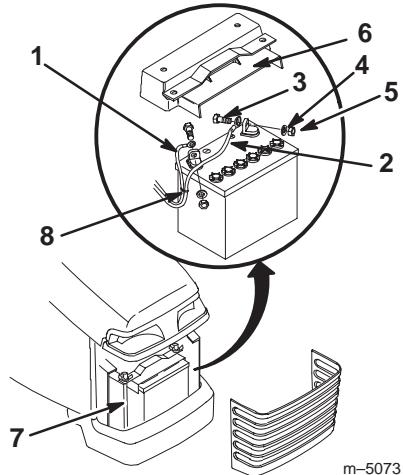

Figure 59
- Déposez le cache de la batterie (Fig. 59).
- Débranchez le câble négatif (noir) de mise à la masse de la borne de la batterie (Fig. 59).
- Débranchez le câble positif (rouge) de la borne de la batterie (Fig. 59).
1. Placez la batterie sur le châssis (Fig. 59).
2. Connectez le câble positif (rouge) à la borne positive (+) de la batterie à l'aide du boulon, de la rondelle et du contre-écrou (Fig. 59).
3. Connectez le câble négatif (noir) à la borne négative (-) de la batterie à l'aide du boulon, de la rondelle et du contre-écrou (Fig. 59).